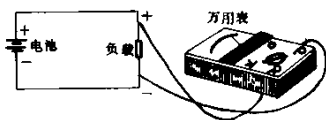

图 1-1-4
(1) 在测量时，应首先明确所测的电压是直流电压还是交流电压。如果测量直流电压，应将万用表的选择开关对准直流电压档。如果测量交流电压，要将万用表的选择开关对准交流电压档。
(2) 万用表电压档的特点是内阻很大，所以测量电路某两点间的电压时，应将万用表要和测量电路的该两点并联。测量直流电压时，万用表的正极（红表笔）必须和电路的正极相接，负极（黑表笔）必须和电路的负极相接，不能接反，如图 1-1-4 所示。测量交流电压时则不分正、负极。